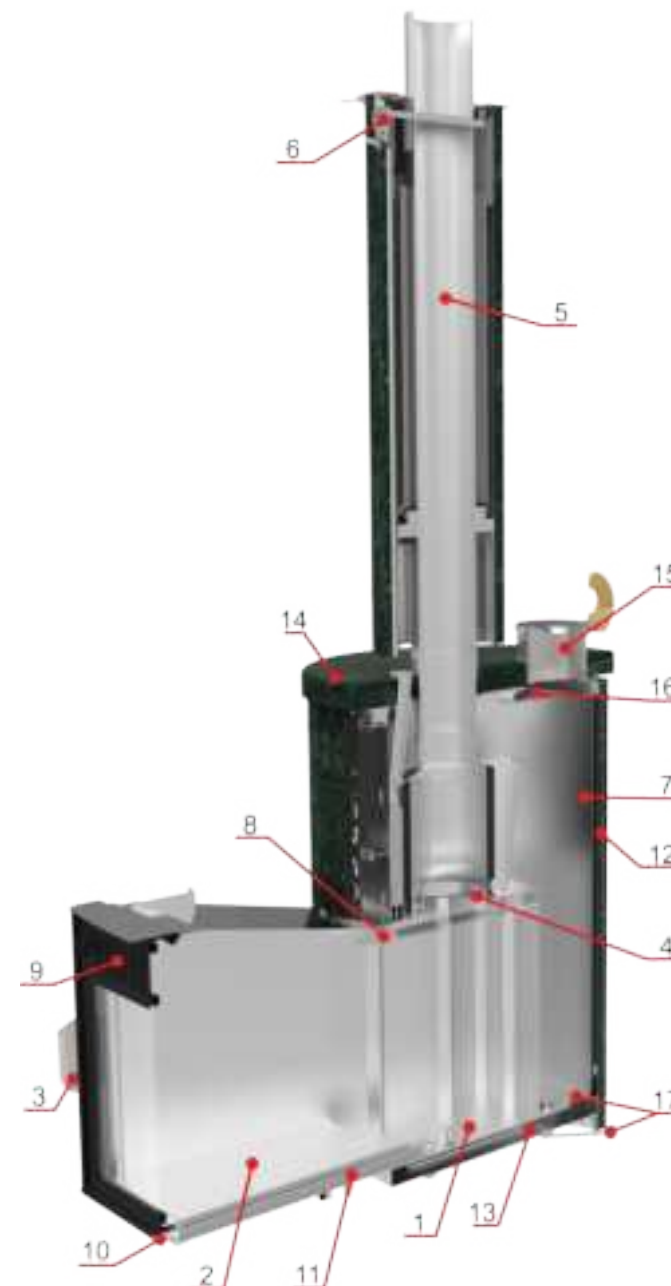

Рисунок 5.1. Принципиальная схемы.
5.1. Печь для русской бани (рис. 5.1) включает следующие основные элементы: топка (1), тоннель (2), дверца (3), выходной патрубок (4), дымоотводящий канал (5) с шибером (6) и закрытая емкость (7) для камней. В топке (1) смонтирован дымовой зуб-завихритель пламени (8). Основной воздухозаборник (9) с регулируемой заслонкой расположен в верхней части дверцы (3), над экраном, выполненном из прозрачной керамики (стеклокерамика). Нижний воздухозаборник (10) с регулируемой заслонкой установлен внизу тоннеля (2). Там же смонтирован воздушный канал (11). Топка (1) и каменка (7) имеют общий защитный декоративный кожух (12), состоящую из ламелей и каменной столешницы. Подача воздуха в зону горения и регулирование интенсивности горения осуществляются через основной (9) и дополнительный (10) воздухозаборники. Шибер (6) предназначен для перекрытия дымового канала в неработающей печи. Во время монтажа печи подвижную часть тоннеля фиксируют в стене и герметизируют. Емкость (7) для камней выполнена в виде цилиндра, установленного на нижнее основание (14) топки (1). Крышка (14) – каменная столешница, состоит из двух симметричных частей для установки дымоотвода (5) и воронки (15). Опорная пластина с встроенным устройством распределения (16) служит для подачи и равномерного распределения воды на камни. С внешней стороны цилиндр (7) имеет две консольных обечайки (вверху и внизу) для монтажа облицовки (12) (ламелей). Ламели – это каменные полосы сечением 20х40 мм в металлическом бандаже имеют специальные кронштейны для монтажа на емкость (7) предназначенную под закладку камней. В нижней части емкости для камней выполнено вентиляционное отверстие (17) с регулируемой заслонкой. Воронку (15) устанавливают в посадочное место на крышке (14).